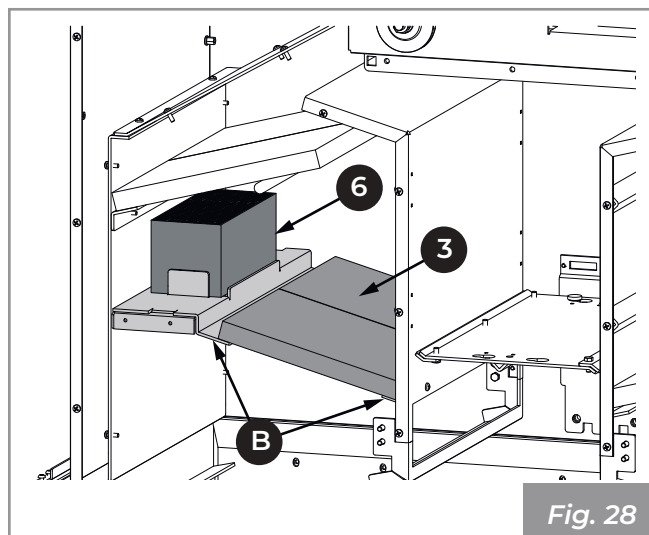

Fig. 28
- 3) Posizionare l'O2RING (6) inserendolo nell'apposito supporto.
- 4) Posizionare i pannelli (3) appoggiandoli sugli appositi supporti (B) (Fig. 28).